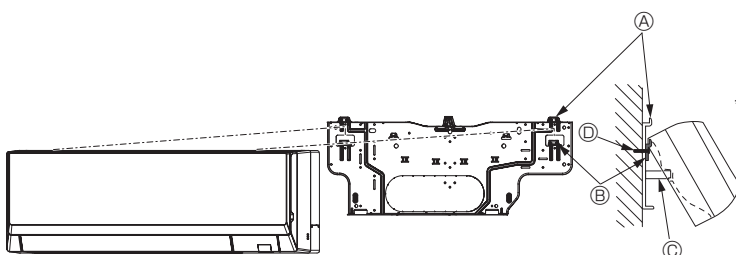

Fig. 3-13
- Si la unidad interior no puede colgarse y levantarse con el gancho normal (las dimensiones de 2.1. (el espacio entre el techo y la unidad) son como máximo de 75 mm), cuelgue la unidad en el gancho inferior para la tubería izquierda. (Fig. 3-13)
#### (Fig. 3-13)